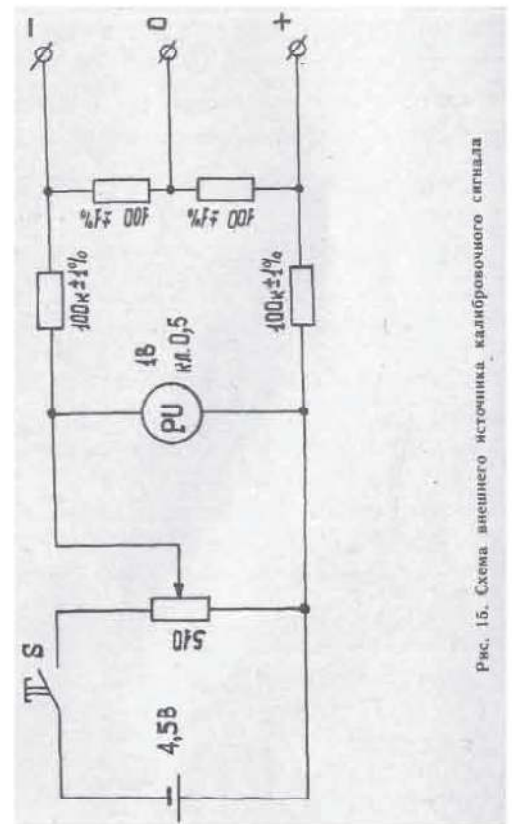

Рис. 15. Схема внешнего источника калибровочного сигнала
Подключите выводы кабеля отведений к гнездам внешнего источника калибровочного сигнала (рис. 15): желтый (L) к «+», красный (R) к «—», гнездо заземления « \perp »